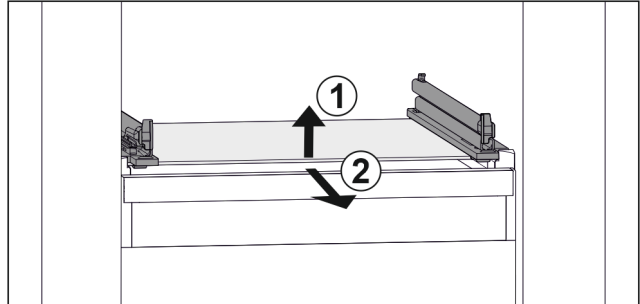

Fig. 140 Примерное отображение стеклянной пластины
- ▶ Приподнимите стеклянную пластину спереди. Fig. 140 (1)
- ▶ Извлеките стеклянную пластину движением вперед. Fig. 140 (2)